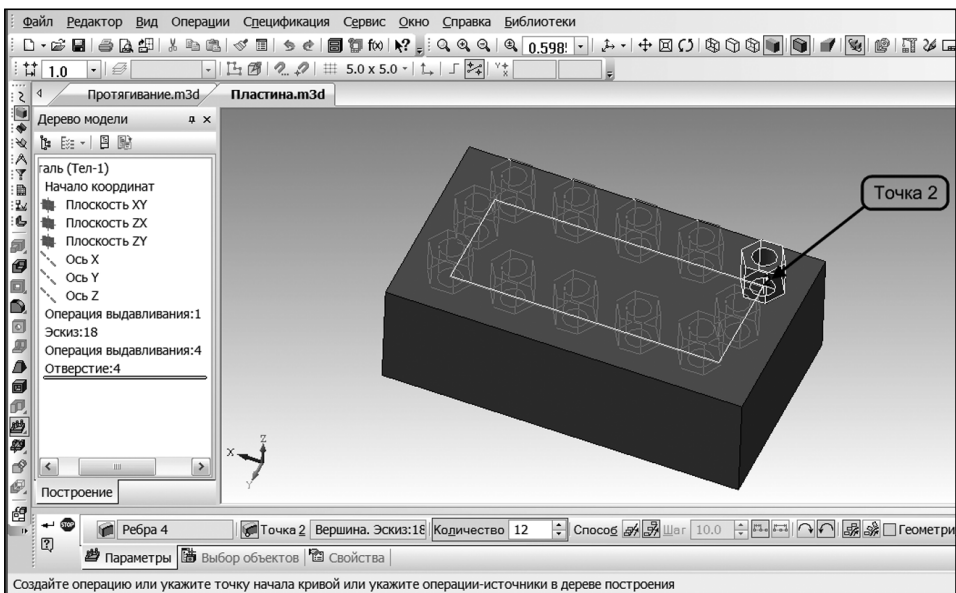

Рис. 12.62. Параметры команды «Массив вдоль кривой» при построении по замкнутому контуру цепочки кривых
- **Начальная точка цепочки кривых 2**  — эта точка определяет направление построения массива по замкнутой цепочке — она выбирается среди всех конечных точек на цепочке кривых (рис. 12.62);